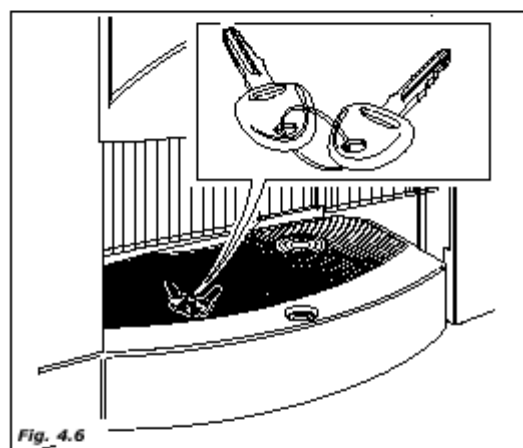

Fig. 4.6
- достаньте ключ из камеры выдачи напитков (рис. 4.6).